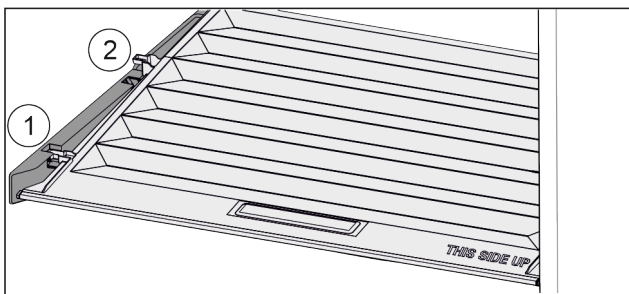

Fig. 103
- ▶ Издърпайте напред Fig. 103 (1) капака до отвора в задържателните части.
- ▶ Повдигнете го отзад отдолу и отстранете Fig. 103 (2) нагоре.